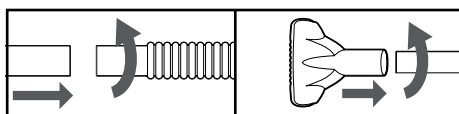

FIGURA 9
11. Fije las varas de extensión al extremo del accesorio de la manguera. Gire levemente para ajustar la conexión. **(FIGURA 9)**
12. Fije uno de los accesorios de limpieza (dependiendo del tipo de limpieza deseada) en las varas de extensión. Gire levemente para ajustar la conexión. **(FIGURA 9)**